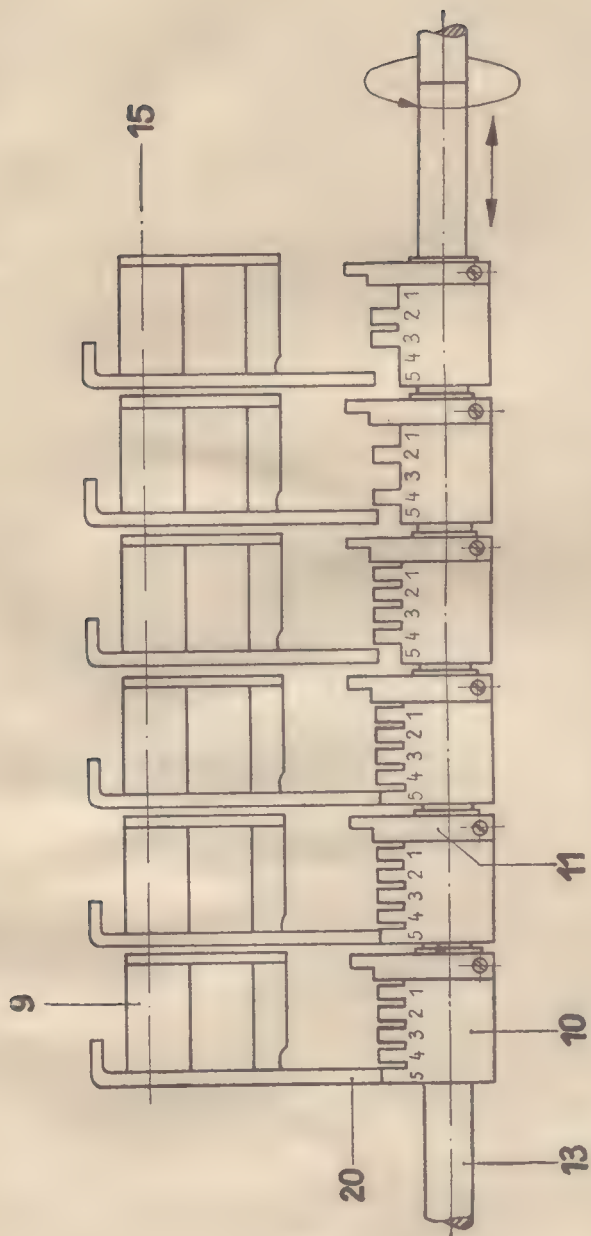

Bild 7 Anordnung (Klinken 12 nicht gekennzeichnet)
Der am Tastbügel angebrachte Finger (18) nimmt je nach Abtastung des Istwertzeigers in den Zonen 1...5 eine entsprechende Höhenstellung ein. Der mit den Ziffern 1...5 bezeichnete Kamm (19) kommt an dem Finger zur Anlage und begrenzt die seitliche Verschiebung der Welle (13) mit den aufgesetzten Registern (10) (siehe Bild 7) und Auslösern (11) derart, daß die Registernocken 1...5, die zu den einzelnen Zonen 1...5 gehören, in denen der Zeiger abgetastet wird, mit den Betätigungsfingern (20) der Schalteinrichtungen (9) fluchten. Stehengebliebene Registernocken heben die Schalteinrichtungen und schalten die Quecksilberschaltröhre oder den Mikroschalter bei Ein-Aus-Schaltung »ein«, entfernte heben die Schalteinrichtungen nicht.